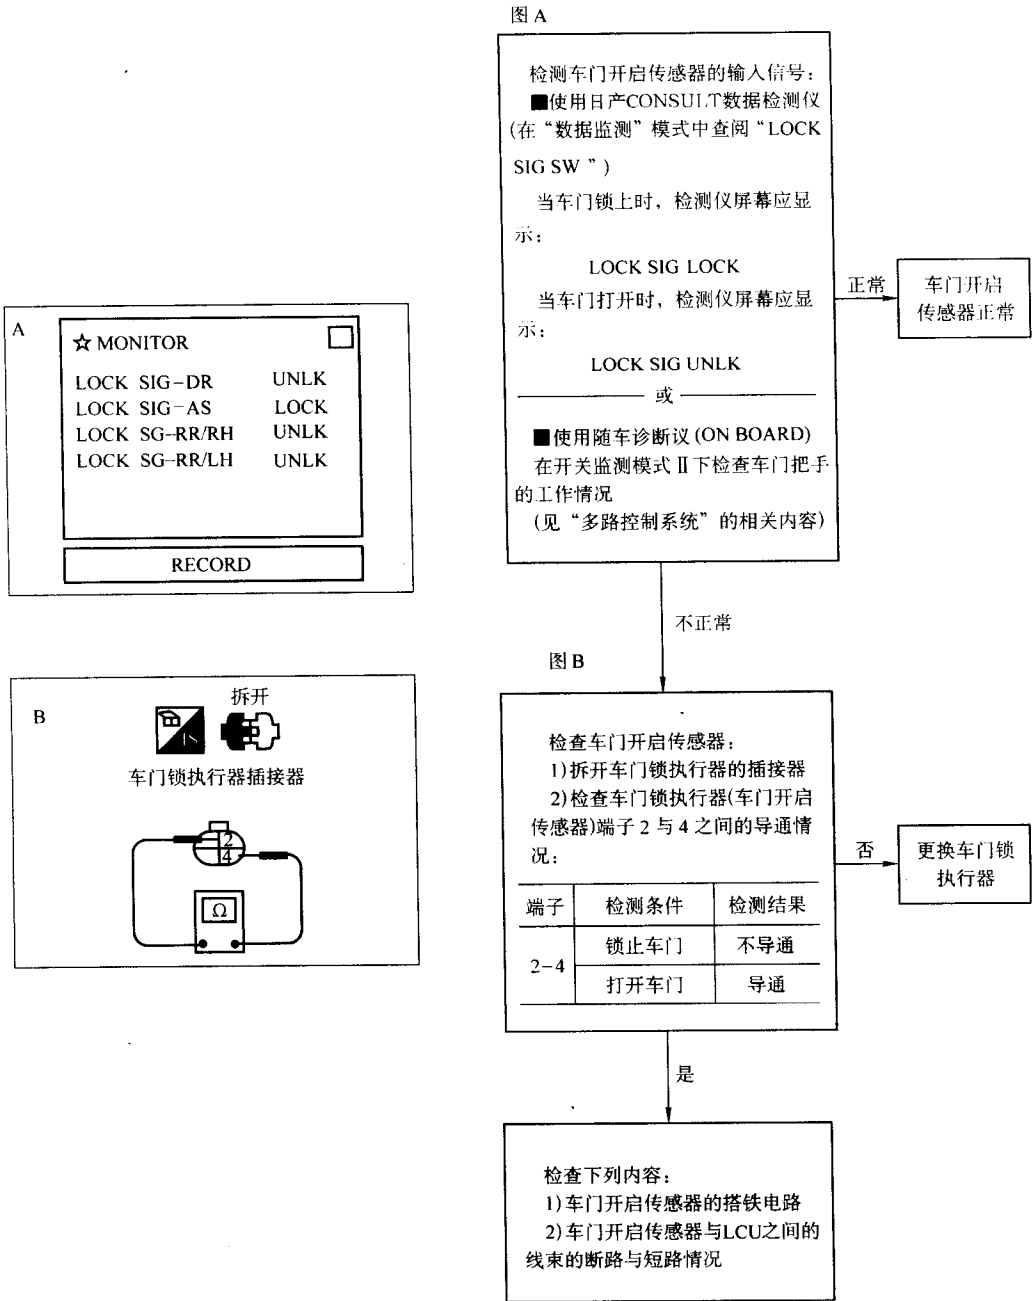

图 3-37 诊断步骤 3
(6) 诊断步骤 3 (车门开启传感器的检查), 如图 3-37 所示。